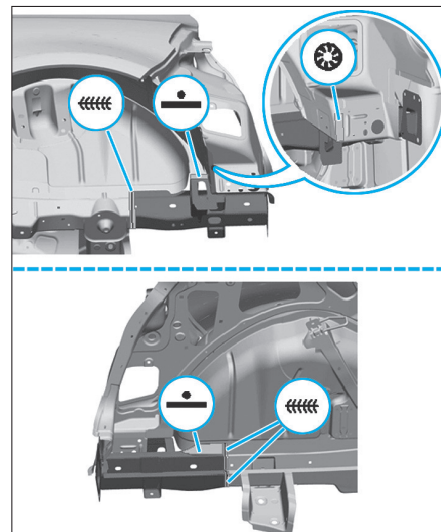

FIG. 164
- Souder le pourtour de la zone d'accostage en bord à bord, en cordon continu (Fig.164)